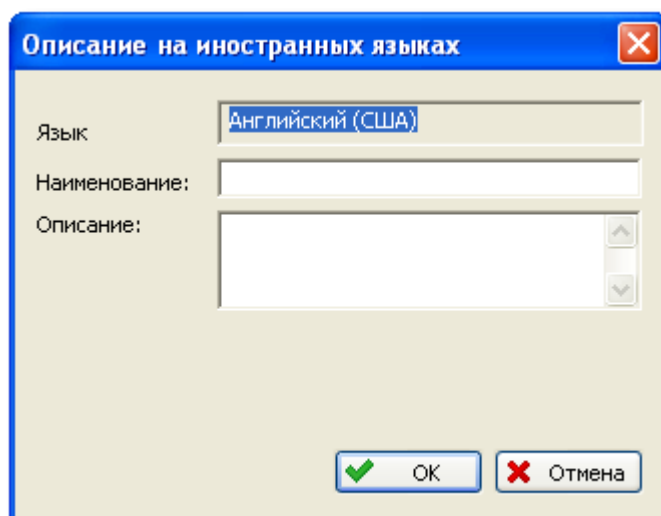

Рис. 6-4
- Для ввода наименования и описания функции на иностранном языке нажмите на кнопку **Описание на иностранных языках**. В появившемся окне **Описание на иностранных языках** введите наименование и описание функции на языке, указанном в поле **Язык**, и нажмите на кнопку **ОК** (рис. 6-4).